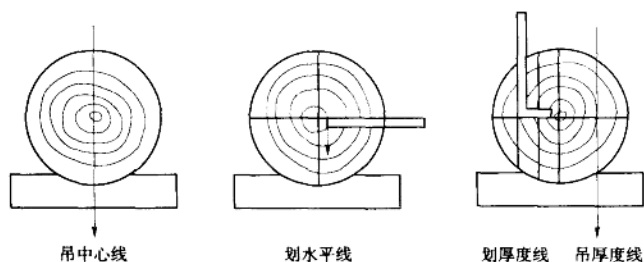

图 1-16 圆木制作板材
(2) 圆木制作板材。制作板材一般要用较平直的圆木,在端截面上用线锤吊中央铅垂线,用角尺画出水平线,在水平线上按板材厚度(加上锯缝宽度),由截面中心向两边画平行线,用墨斗弹出纵长墨线,依线锯割,如图 1-16 所示。